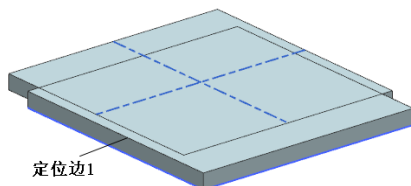
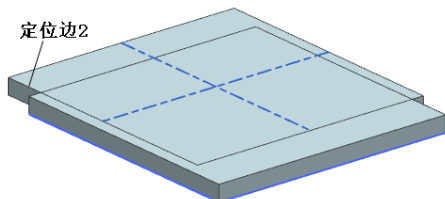

图 11-43 选择定位边 1
图 11-44 选择定位边 2
(10) 在视图区选择定位边 1, 如图 11-43 所示。打开“水平”定位选择对话框。
(11) 在视图区选择定位边 2, 如图 11-44 所示。
(14) 在视图区选择如图 11-43 所示的定位边 1 和如图 11-44 所示的定位边 2。打开“创